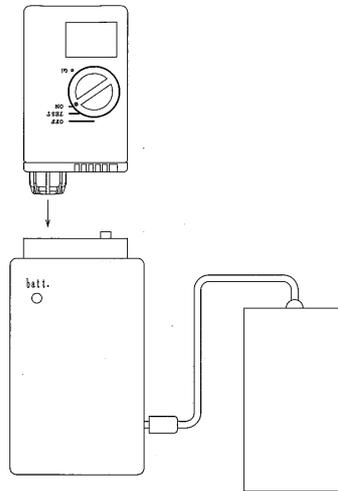

図9
- ① ガス発生器が正常に動作することを確認します。正常に動作する携帯用コンパーを図9のようにガス発生器に乗せ、警報することを確認します。